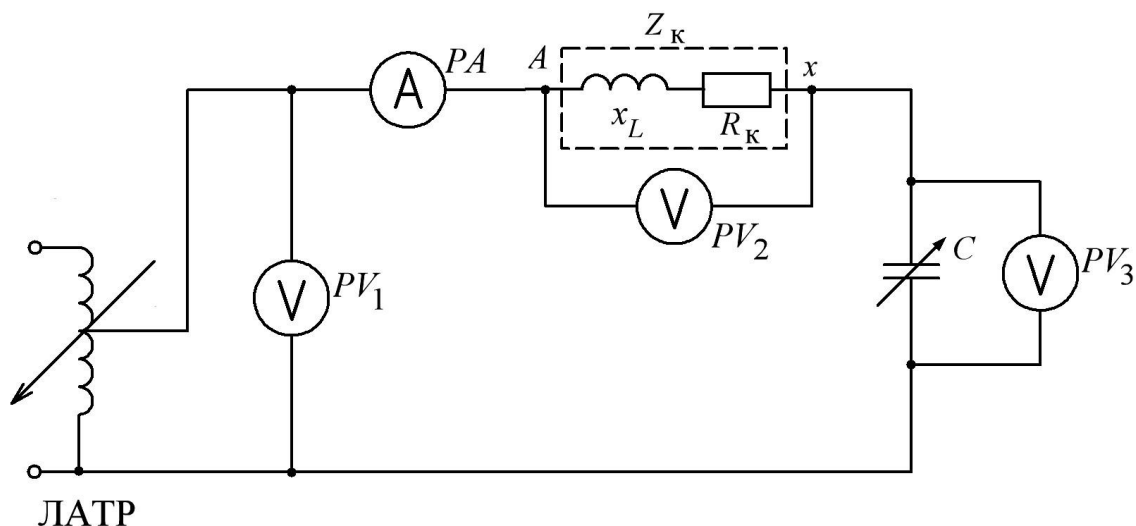

Рис. 3. Электрическая схема неразветвленной электрической цепи:
На рис. 3 приведена электрическая схема лабораторной установки для исследования линейной неразветвленной электрической цепи синусоидального тока.
1. Собрать электрическую схему экспериментальной установки (см. рис. 3) для проведения исследований резонанса напряжений и предъявить её для проверки инженеру.